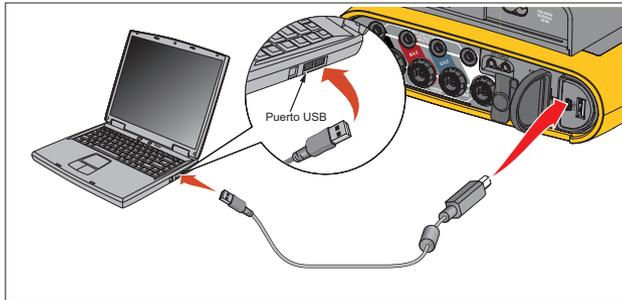

Figura 12. Conexiones del Power Logger con el PC
3. Conecte el cable USB a los puertos USB del ordenador y el Registrador. Consulte la Figura 12.